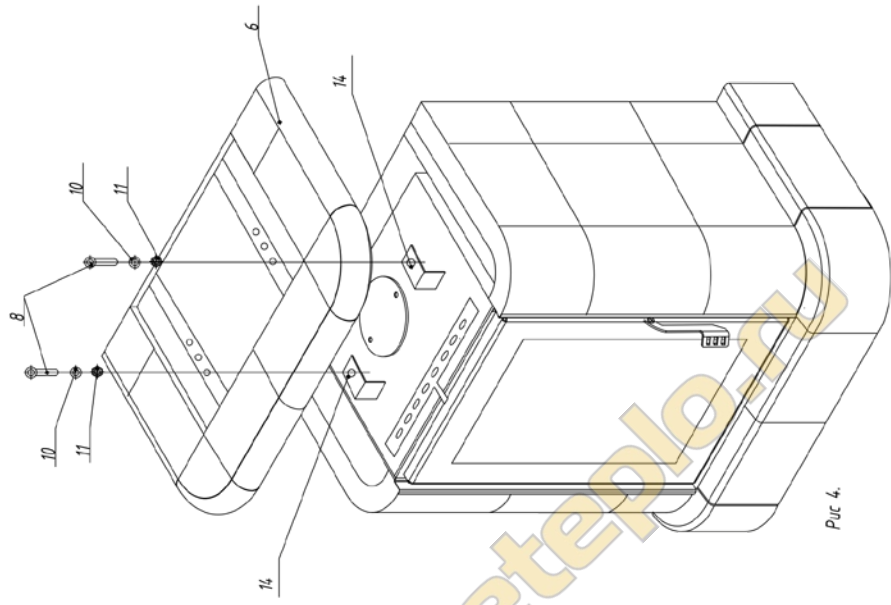

Рис.4
5. Верхняя панель 6 крепится к кронштейнам 14 винтами 8 и фиксируется шайбой и гайкой 10,11 (Рис. 4)